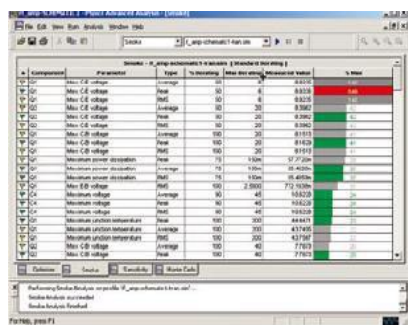

图4: Smoke将已仿真的值与制造商的限制进行对比,突出那些超出安全运行范围的器件。
**Smoke** 选项可以对电能耗散、连接点温度增加、二次崩溃、或电压/电流限制为例一起受压的部件做出预警。经过一段时间，这些部件可能导致电路失败。设计师可以用 **Smoke** 将电路仿真结果和部件的安全运行限制进行对比，如果超过限制，**Smoke** 就可以识别问题参数。使用 **Smoke** 分析还可用于创建、修改和配置供使用的 **Decrate** 文件。（见图 4）